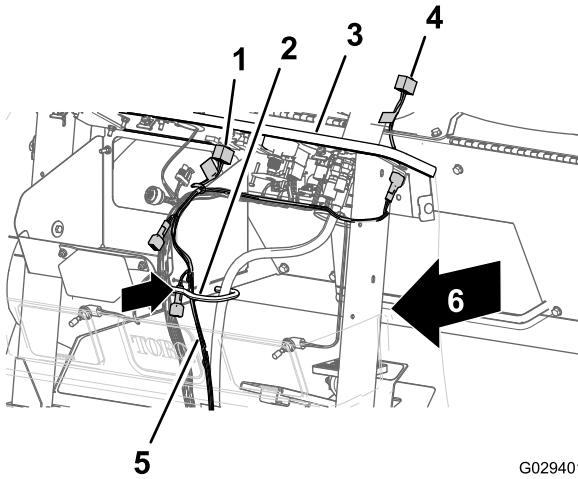

Figura 14
3. Enrute el ramal del salpicadero de 240 cm del arnés de cables a través del pasamuros en la apertura del tabique delantero y por el interior del cable y el gancho de la manguera (Figura 14).